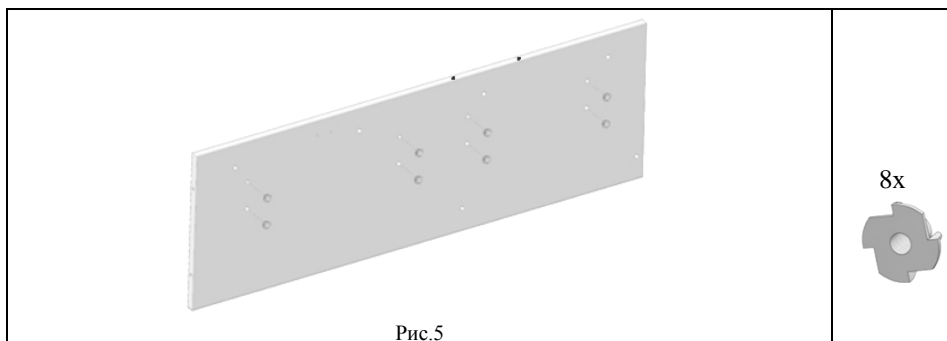

Рис.5
- 4.1.2. Достать из задней стенки заглушки технологические и установить усовые гайки (поз. 1, пакет № 57) на заднюю стенку (поз.3) (Рис.5). Вбить гайки усовые используя киянку или молоток на *горизонтальной поверхности*. (Рис.5 а).
Рис.5а